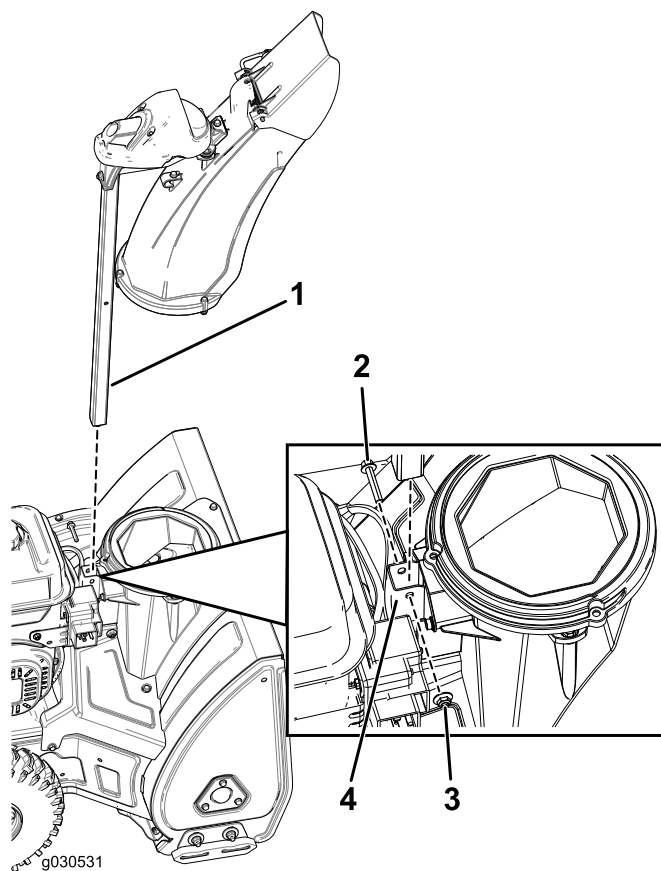

Figura5
1. Introduceți suportul jgheabului prin consola din baza mâinii și fixați-o cu ajutorul unui urub și al unei contrapiulițe (Figura5).